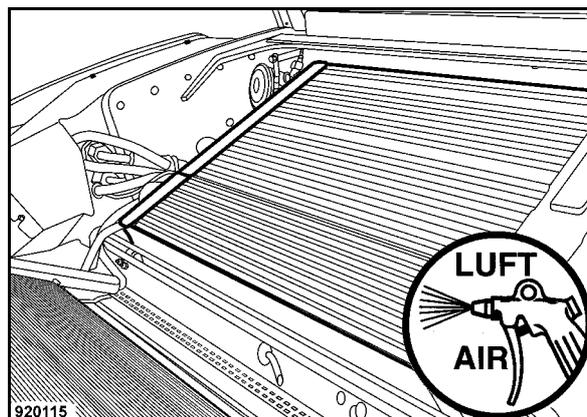

Fig. 133
- Soffiare aria compressa (Fig. 133) attraverso il radiatore per pulirlo. Eliminare le impurità soffiandole dentro il vano motore.